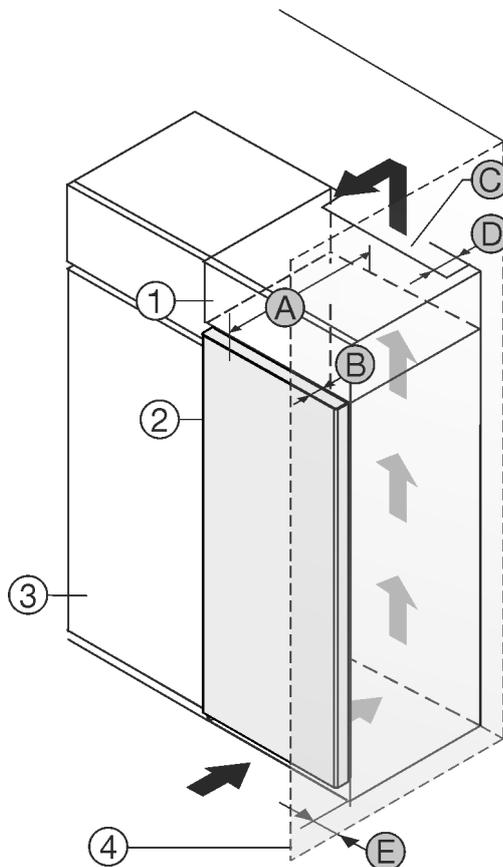

Fig. 1
Vous pouvez placer le réfrigérateur directement à côté de l'armoire de cuisine Fig. 1 (3)*
Une sortie d'air avec la profondeur Fig. 1 (D) doit être présente au dos de la rehausse sur toute sa largeur.*
La section de ventilation Fig. 1 (C) sous plafond doit être respectée.*
Si le réfrigérateur est installé avec les charnières près d'une paroi Fig. 1 (4), la distance entre le réfrigérateur et la paroi doit être d'au moins 13 mm.*
Si le réfrigérateur est installé avec les charnières près d'une paroi Fig. 1 (4), la distance entre le réfrigérateur et la paroi doit être d'au moins 20 mm.*
Pour pouvoir ouvrir complètement les portes, le réfrigérateur doit dépasser de la profondeur de la porte Fig. 1 (B) par rapport à la façade du placard. L'appareil peut déborder encore plus en fonction de la profondeur des placards Fig. 1 (3) et de l'utilisation de cales d'épaisseur.*